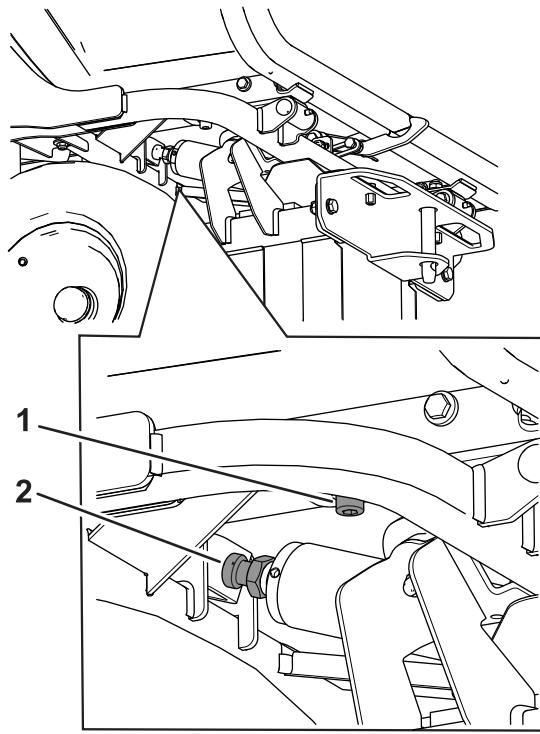

Figure 109
2. Pour que la trémie bouge comme souhaité, desserrez l'écrou de sécurité en haut de la tige de vérin hydraulique (Figure 109).